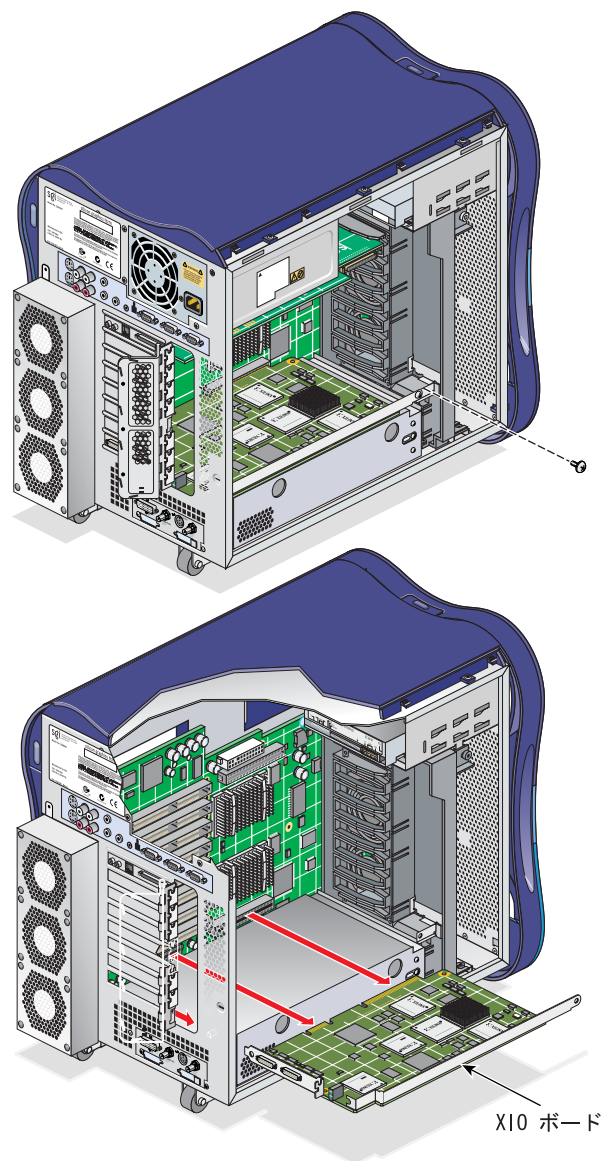

図 3-27 XIO ボードの取外し
3. XIO ボードの両端をしっかりとつかみ、XIO スロットから外れるまでボードをまっすぐ引き抜きます。シャーシの端から外れるまでボードの前端を傾けます。ボードを筐体から取外し、安全な場所に置きます (図 3-27 を参照)。